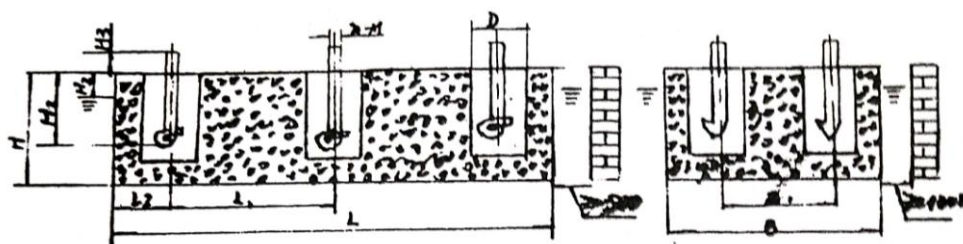

图 6.1 基础图
- 1、 地基尺寸及机座安装尺寸（图 6.1、表 6.1）；
- 1、 泵的基础按本说明书基础图,用混凝土浇筑。(参见图 6.1 基础图)
(图 6.1 基础图) 原的上方空间不少于 100-150cm。